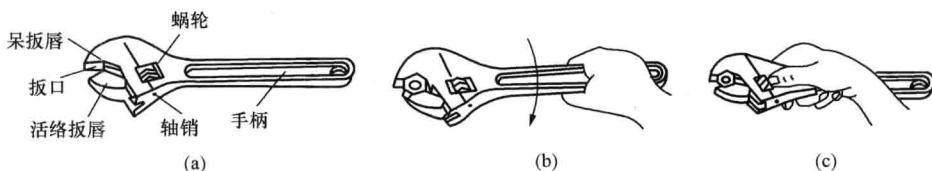

图 1-6 活动扳手的构造及其用法
(1) 活动扳手的构造和规格。活动扳手由头部和柄部组成，头部由呆扳唇、活络扳唇、扳口、蜗轮和轴销等构成，如图 1-6 (a) 所示。旋动蜗轮可调节扳口大小。活动扳手的规格以长度×最大开口宽度来表示，电工常用的活动扳手有 150mm×19mm (6in)、200mm×24mm (8in)、250mm×30mm (10in) 和 300mm×36mm (12in) 四种规格。
1) 扳动大螺母时，常用较大的力矩，手应握在手柄尾处，如图 1-6 (b) 所示。
2) 扳动较小螺母时，所用力矩不大，但螺母过小易打滑，手应握在接近扳头的地方，如图 1-6 (c) 所示，这样可随时调节蜗轮，收紧活动扳唇，防止打滑。